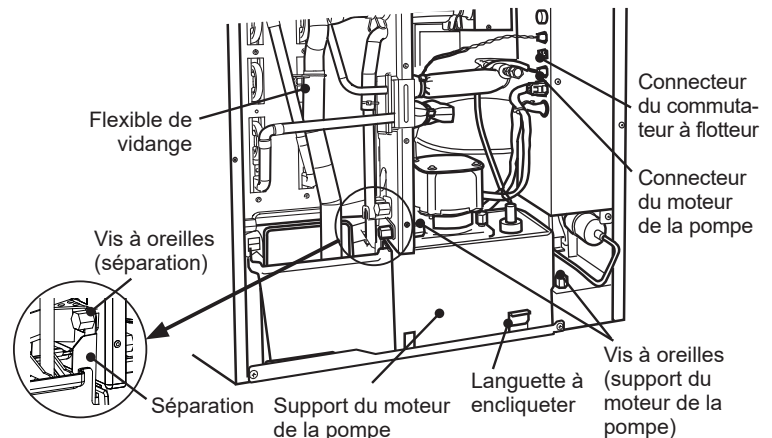

Fig. 3
- 2) Desserrer les deux vis à oreilles fixant le support du moteur de la pompe. Desserrer la vis à oreilles et retirer la séparation. Voir fig. 3.
Veiller à faire passer le tuyau d'évacuation derrière le tube en cuivre et à le raccorder correctement. Voir fig. 3. Dans le cas contraire, le tuyau de déchargement peut être coincé dans l'isolation avant, entraînant des résultats incorrects.